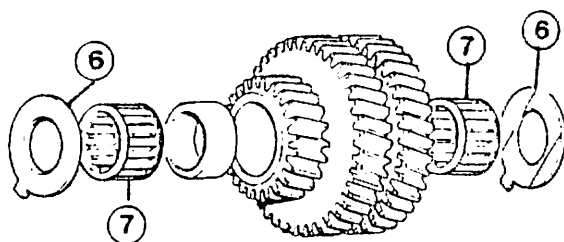

Fig. 3D.3-75
Compruebe el juego axial del engranaje, debiendo quedar este dentro de la medida estipulada. Si el juego axial no estuviese dentro de la tolerancia indicada, sustituya las arandelas axiales (6) (Fig. 3D.3-75).